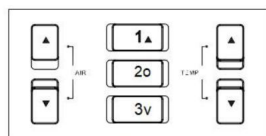

FIG. 1-4
1. Régler le volume d'air : appuyez rapidement "▲" ou "▼" (voir FIG 1-4). Appuyez longuement pendant sur la touche pour régler l'air. Arrêtez d'appuyer sur la touche pendant 3 secondes, le réglage sera enregistré automatiquement.